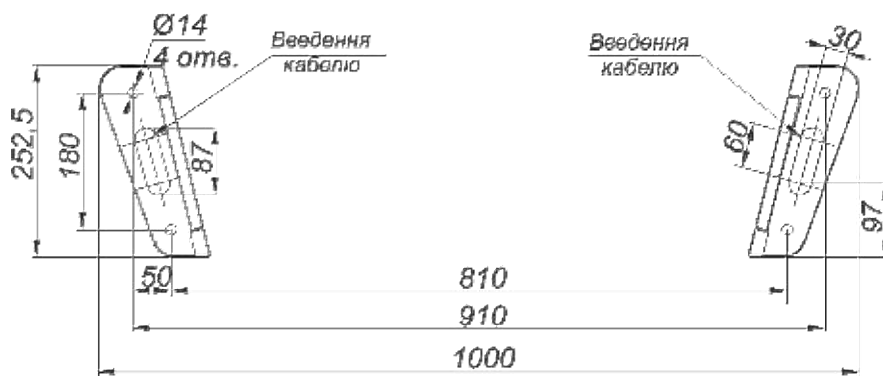

Рис. 13– Розмітка для монтажу турнікету типу «трипод»
4) Зробити на поверхні майданчика розмітку отворів для кріплення турнікету відповідно до рис.13. Як шаблон для розмітки можна використовувати власне турнікет, розміщений вертикально на місці його установки.
6) За необхідності прокладання кабелів під поверхнею підлоги підготуйте в підлозі кабельний канал зони введення кабелів у стійку турнікету. Розташування зони введення кабелів вказано на схемі рис.13.
- Місце виведення кабелів повинно збігатися з місцем розташування отвору на монтажній основі турнікету (рис.13).